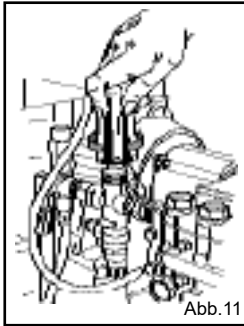

Abb.11
Dieses Kapitel bezieht sich nur auf die Modelle, die über einen "Druckregulierer" verfügen. Mit dieser Vorrichtung (Abb.11) kann man den Betriebsdruck regulieren. Wenn man den Drehschalter C entgegen dem Uhrzeigersinn dreht (B) (Minimum) wird der Betriebsdruck verringert.